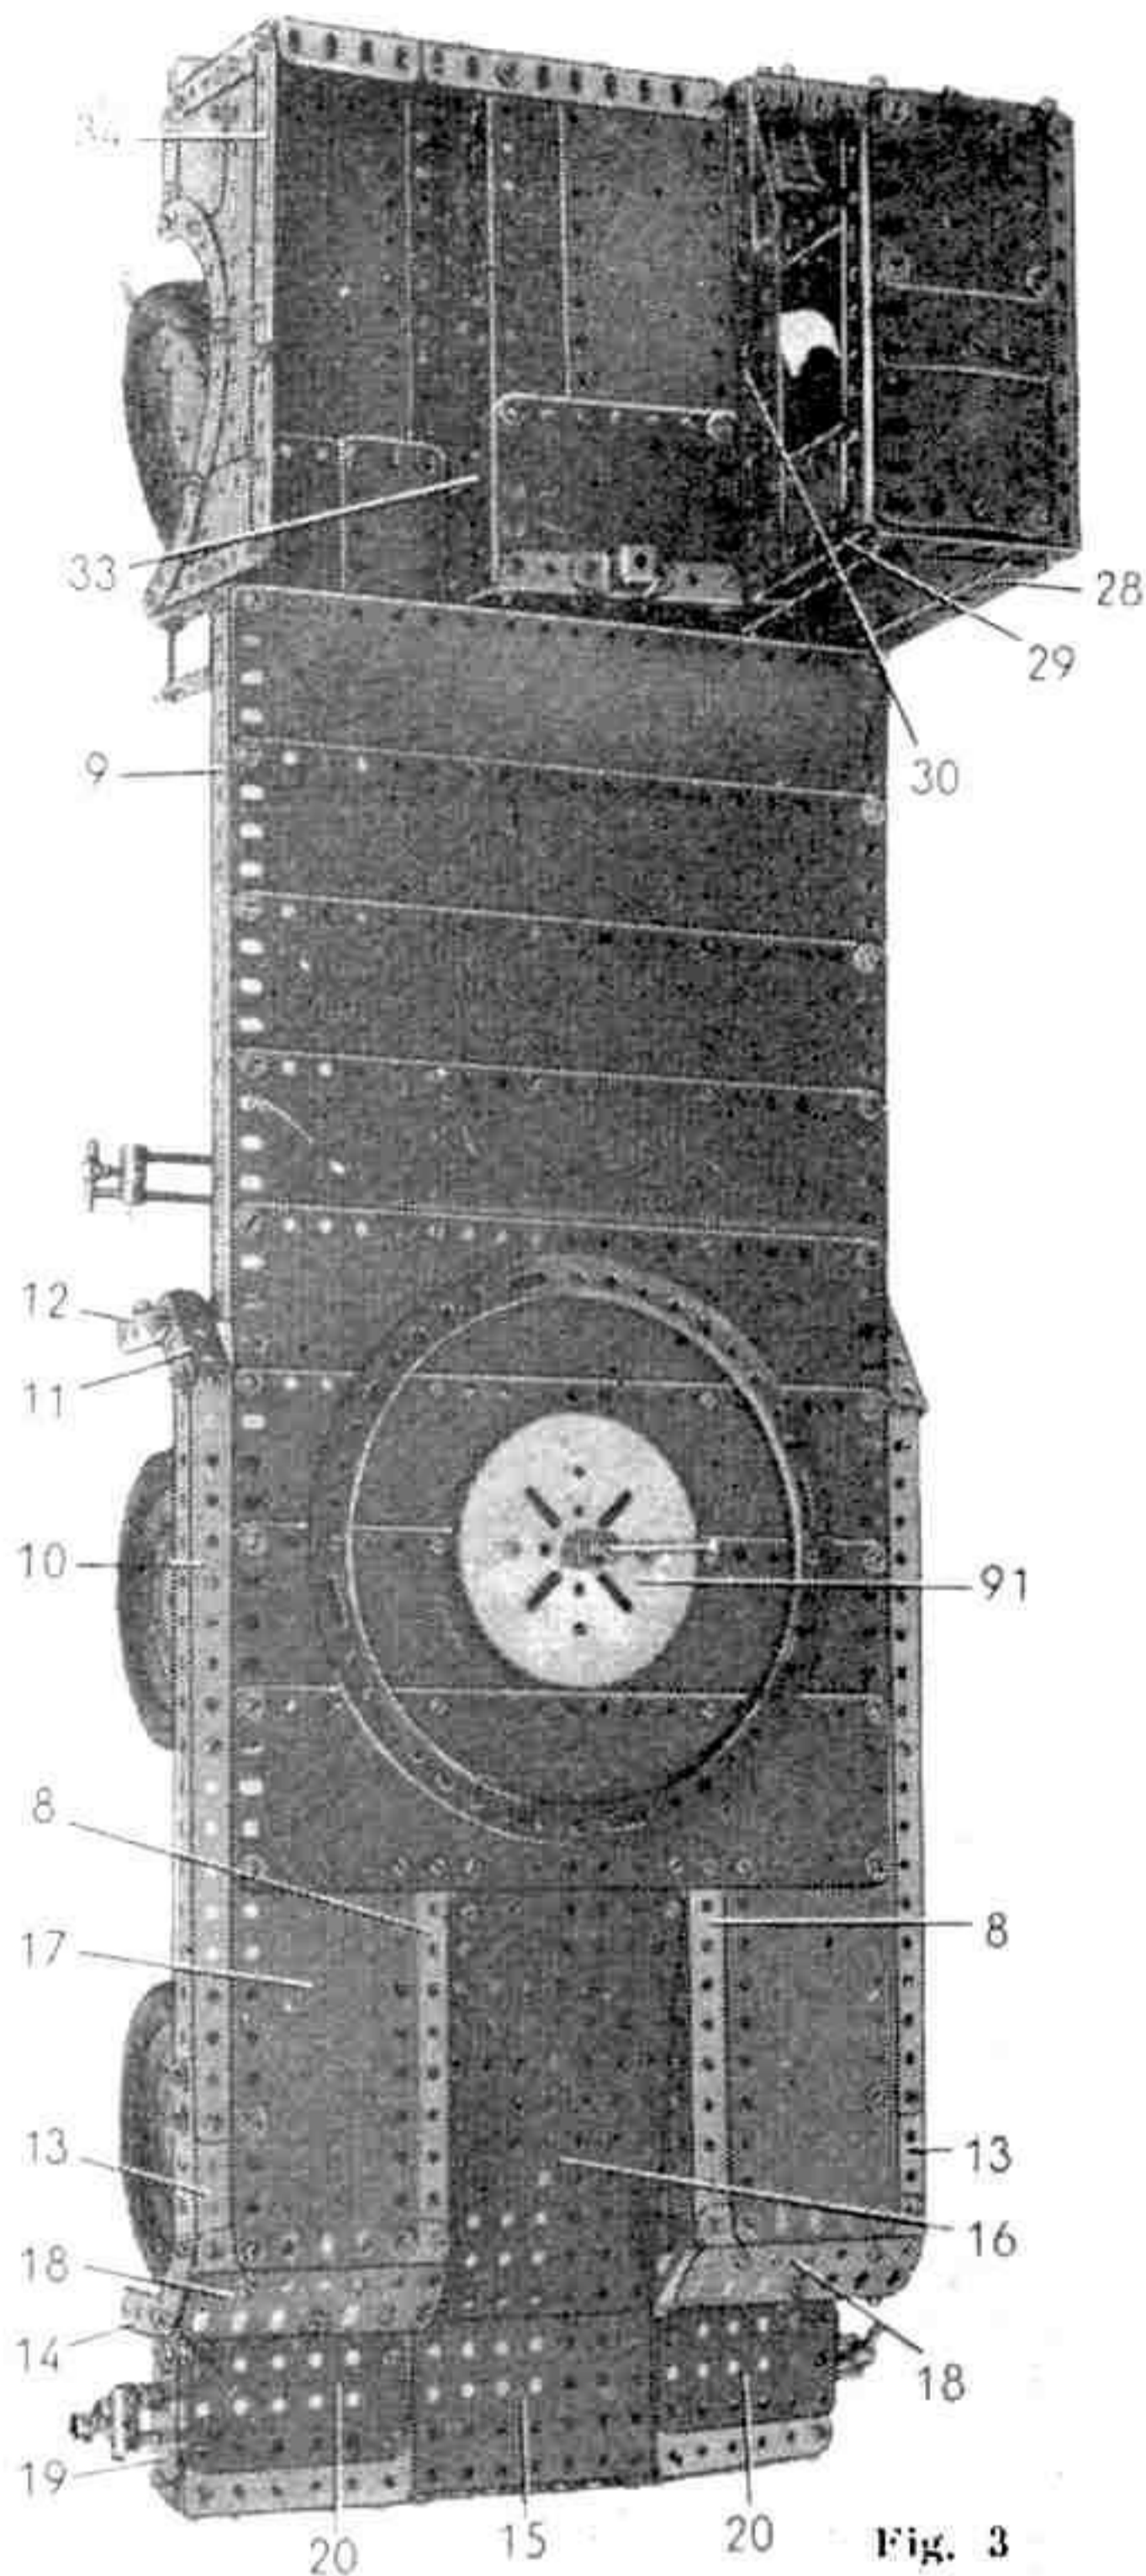

Fig. 3
Nota : Ce moteur (fig. 3) est expérimental. A l'usage, il manquerait de souplesse et nécessiterait une impulsion au départ. En réalité, les moteurs de modèles réduits ont des rotors à 3 ou 5 pôles.
##### PLATEFORME (Fig. 3)
#### CAPOT ET CALANDRE (Fig. 3 et 4)
Une cornière (33), formée d'une cornière de 6 trous et d'une de 11 trous est boulonnée à la cornière (32) (fig. 3). La cornière (33) est le pendant de la cornière (30) et constitue l'angle du capot. Les cornières (30) et (33) sont réunies à leurs extrémités arrière par une cornière de 7 trous munie d'un cavalier.